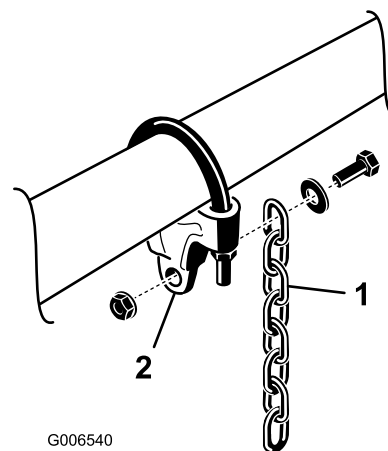

Figura 12
- Montate una catena di sollevamento ad ogni staffa della catena con una vite, una rondella e un dado, come riportato in Figura 12